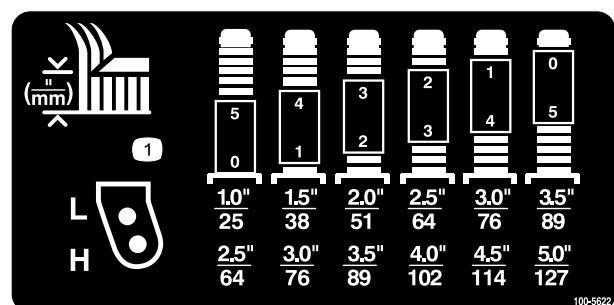

Figura 8
- Coloque os eixos da roda giratória nos mesmos orifícios, em ambas as forquilhas da roda giratória. Consulte Figura 7 e Figura 8 para determinar os orifícios correctos para a configuração.
Consulte Figura 8 para determinar as combinações de espaçadores para a configuração.